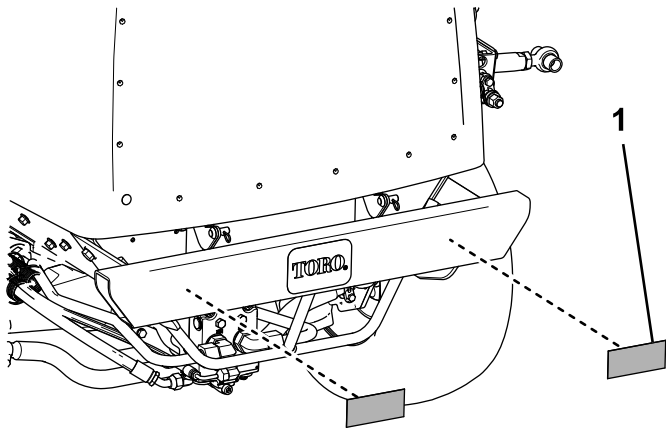

Figure 6
1. Nettoyez la face avant du pare-chocs à l'alcool et laissez-la sécher (Figure 6).
3. Alignez l'autocollant réfléchissant sur le pare-chocs, comme montré à la Figure 6, et collez-le dessus.